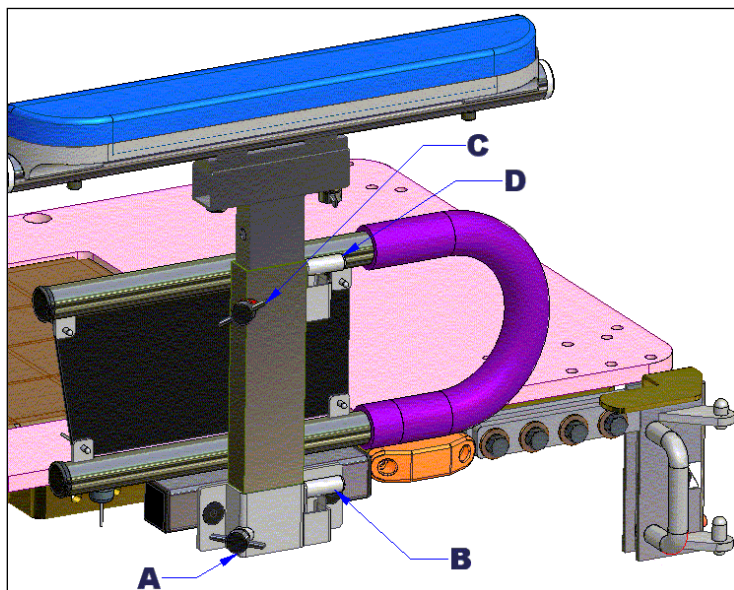

Figure 32 : Appuie-bras amovibles et réglables en hauteur.
- 1- Dévisser la vis de serrage noire (**A**) située sur le socle de l'appuie-bras, au niveau de la structure du siège. Deux (2) ou trois (3) tours devraient être suffisants (voir; figure 32).
- 1- Insérer la base de l'appuie-bras dans son socle (voir; figure 32).
- 2- Refermer le verrou (B) en le remontant et le poussant vers l'arrière du fauteuil.
- 3- Serrer à la main la vis de serrage noire (A).
- 1- Dévisser la vis de serrage noire (C) située sur la partie haute du protège-vêtements. Deux (2) ou trois (3) tours devraient être suffisants (voir; figure 32).
- 2- Appuyer vers le bas sur le verrou (D) pour libérer le tube télescopique.
- 4- Refermer le verrou (D) en le remontant et le poussant vers l'arrière du fauteuil.
- 5- Serrer à la main la vis de serrage noire (C).